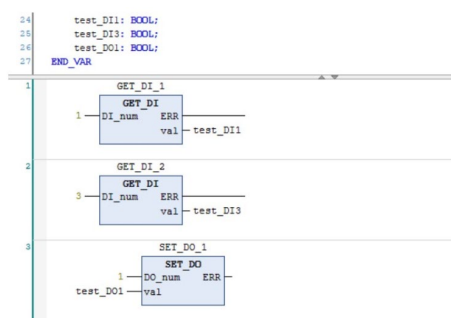

Рис. 22 Пример использования библиотеки K15\_LX1\_gpio.
1. Пользователю необходимо разместить нужные функциональные блоки в любом из программных модулей и привязать к соответствующим переменным (Рис.22), исходя из того, что: